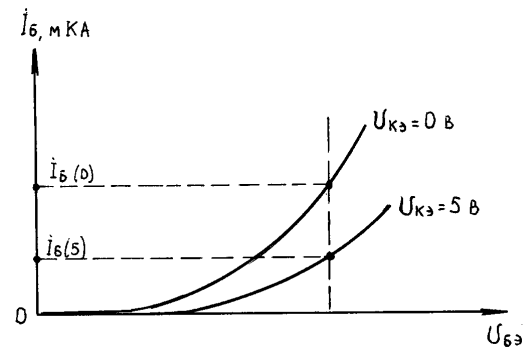

Рис.2
- Сколько угодно! - явно теряя чувство реальности, меры и такта, опрометчиво пообещал Жора и нарисовал статическую характеристику биполярного транзистора так, как это изображено на рис.2.